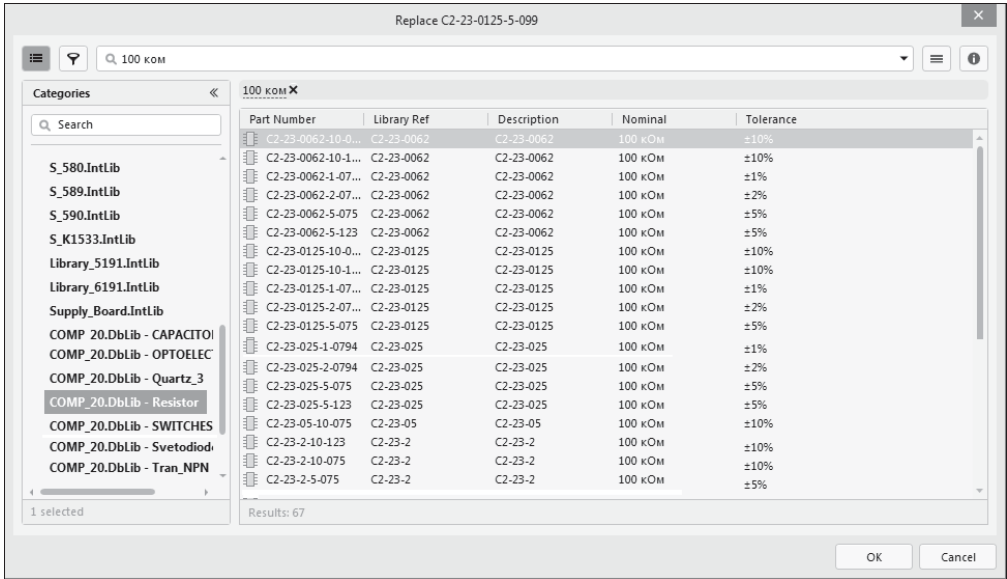

Рис. 7.33. Панель поиска альтернативных компонентов
При выборе варианта замены компонента (**Replace Component**) запускается процедура поиска альтернативного компонента в библиотеках или в базе данных, связанной DbLib-структурой с рабочей средой Altium Designer, — открывается панель **Replace** <Обозначение\_исходного\_компонента> (рис. 7.33), структура
4. В открывающейся панели **Replace** (см. рис. 7.33) составить маску поиска, выбрать компонент, удовлетворяющий составленной маске, и закрыть панель поиска щелчком на кнопке **OK**.